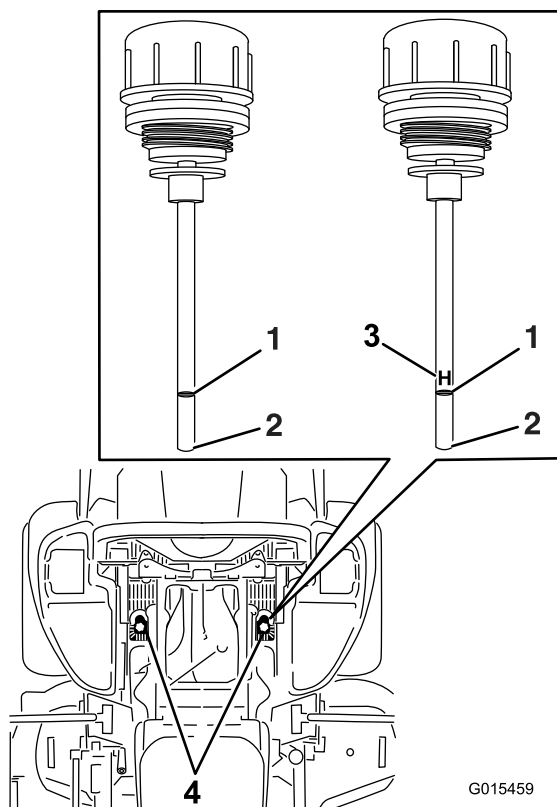

Figure 86
6. Nettoyez la surface autour des jauges des réservoirs du système hydraulique (Figure 86).
7. Sortez la jauge du réservoir hydraulique (Figure 86).
9. Ressortez la jauge et examinez l'extrémité (Figure 86).